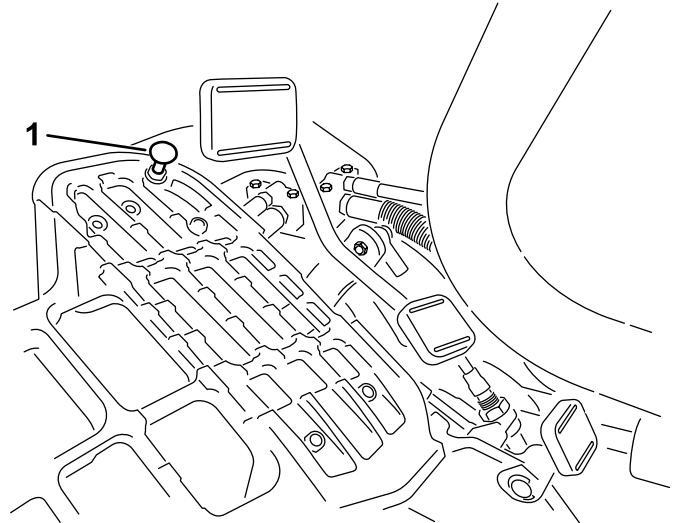

Bild 48
Stellen Sie den Funktionsschalthebel in die TRANSPORT-Stellung und treten Sie auf das Fahrpedal, um die maximale Transportgeschwindigkeit zu erreichen. Wenn das Pedal den Anschlag erreicht (Bild 48), bevor das Kabel gespannt ist, führen Sie folgende Einstellungsschritte aus:
1. Stellen Sie den Funktionsschalthebel in die TRANSPORT-Stellung lösen Sie die Sicherungsmutter, mit der der Pedalanschlag an der Bodenplatte befestigt ist (Bild 48).